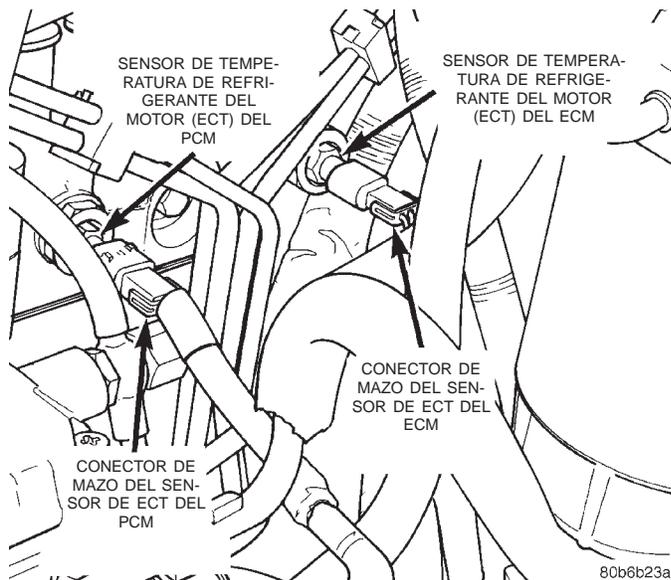

Fig. 13 Localización de los sensores de temperatura de refrigerante del motor
(14) Verifique que el conector del mazo de cableado esté firmemente conectado a los sensores de temperatura de refrigerante del motor. El sensor de ECT (del PCM) está situado en el lateral de la culata de cilindros, cerca de la parte posterior de la bomba de inyección de combustible (Fig. 13). El sensor de ECT (del ECM) está situado en el lateral de la culata de cilindros, justo detrás del sensor del PCM (Fig. 13).